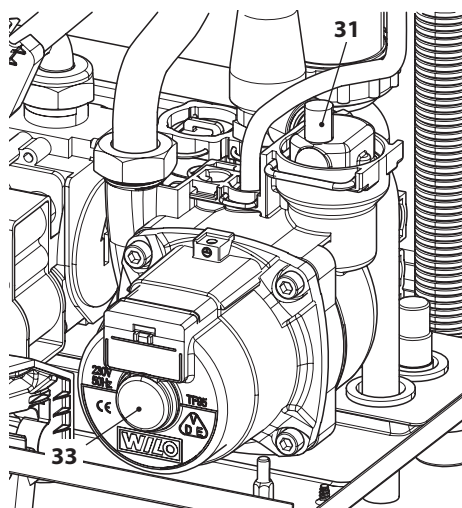

Figura 6.3
- Levante el tapón de la válvula de purga automática (31 en la Figura 6.3).
- Quite el tapón (33 en la Figura 6.3) y desbloquee la bomba girando el rodete con un destornillador. Durante esta operación, purgue la bomba.